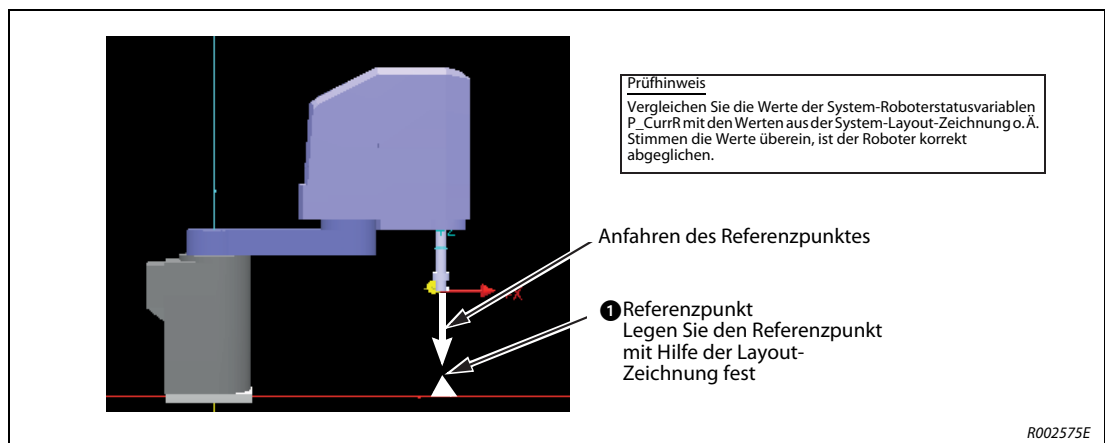

Abb. 9-48: Ergebnisse des Abgleichs zwischen den Robotern prüfen
- Legen Sie mit Hilfe der System-Layout-Zeichnung o.Ä. einen gemeinsamen Nullpunkt (ab jetzt Referenzpunkt) für die Roboterkoordinatensysteme fest (siehe ❶ in Abb. 9-48).